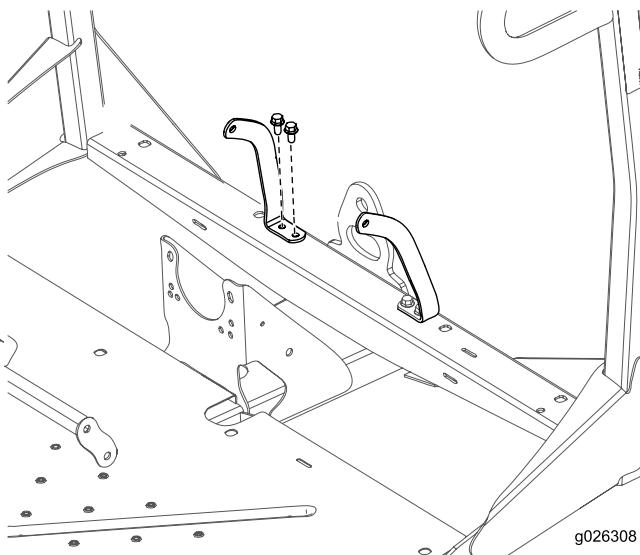

Figura 9
4. Sujete los anclajes derecho e izquierdo del cinturón de seguridad al bastidor delantero con 4 pernos ($3/8"$) y 4 tuercas ($3/8"$) (Figura 9).